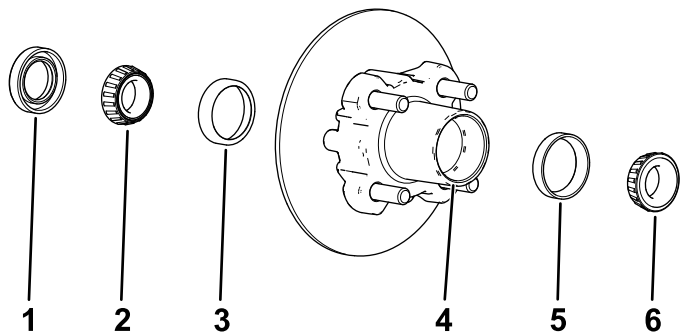

Bild 39
1. Nehmen Sie das Außenlager und den Lagerring von der Radnabe ab (**Bild 39**).
2. Nehmen Sie die Dichtung und das Innenlager von der Radnabe ab (**Bild 39**).
5. Entfernen Sie Fett, Schmutz und Rückstände aus dem Hohlraum der Radnabe (**Bild 39**).
7. Füllen Sie den Hohlraum der Nabe zu 50 % bis 80 % mit der angegebenen Fettsorte (**Bild 39**).
8. Montieren Sie das Innenlager auf dem Lagerring an der Innenseite der Nabe und setzen Sie die Dichtung ein (**Bild 39**).